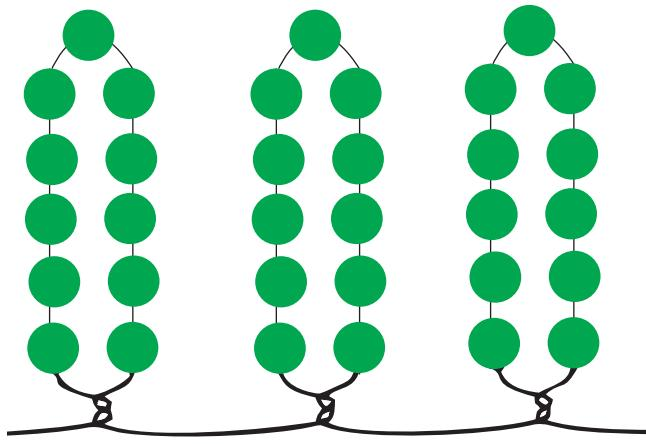

Рис. 5. Петельное плетение
4. Петельное плетение (*рис. 5*). На проволоку набирается необходимое количество бисера, после чего проволоку перекручивают для фиксации бисера в петле.